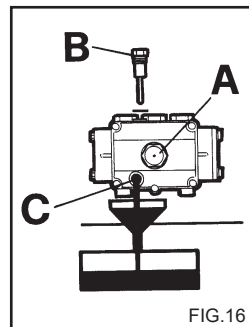

FIG.16
- 1) Skru opp drengsskruen på undersiden av pumpen (fig. 16 C).
- 2) Bruk peilepinnen til å skru av dekslet (fig. 16).